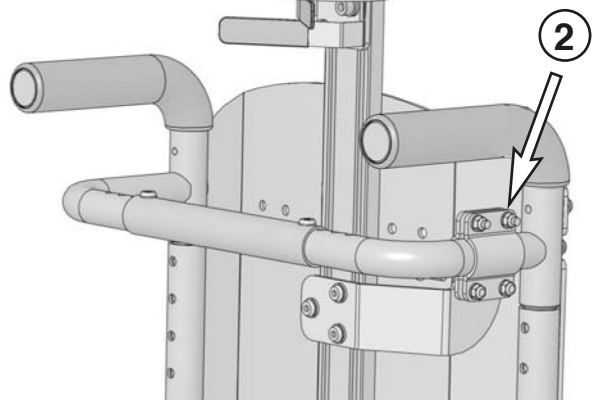

Bild 4. Montering av kryckkäpphållaren på sitsen.
Montera kryckkäpphållaren med fästet på sitsen med hjälp av de fyra medföljande skruvarna (2) med brickor och muttrar, se bild 4.